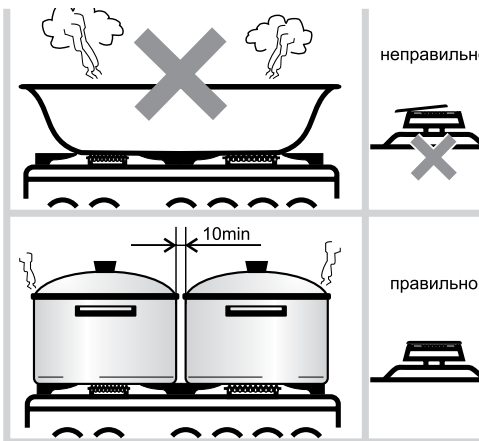

Рис.20
- Размеры посуды (см. табл. 4 и рис.20) и режим работы горелок нужно выбирать таким образом, чтобы пламя не выходило за края и не «лизало» боковые стенки.
- Запрещается использовать устанавливая на решетки какие-либо дополнительные рассекатели пламени и пользоваться горелками со смещенными крышечками (рис. 20). Это может привести к разрушению стеклянного стола или необратимому ухудшению внешнего вида стола из нержавеющей стали.
| 6. Не работает электророзжиг- нет искры- есть искра, но не зажигает | - повреждена проводка к разряднику;- сломан корпус разрядника;- сильно загрязнен или залит разрядник;- слишком большое давление газа в сети;- смещены или не установлены горелки и/или крышки горелок. | - *заменить разрядник;- *заменить разрядник;- прочистить и просушить разрядник;- зажигать при меньшей подаче газа;- правильно установить горелку и крышку горелки (рис.20).                                                                                                                                                      |